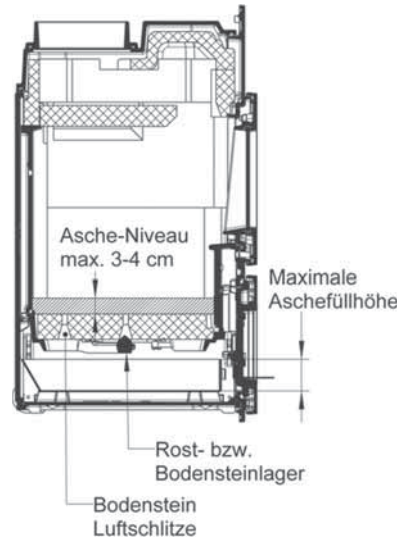

Abb. 3.17 Situation Bodenstein
- Die eigentliche Entaschung erfolgt über die Stehplattenöffnung (siehe Abb. 3.17) in den vorgezogenen Aschekasten.